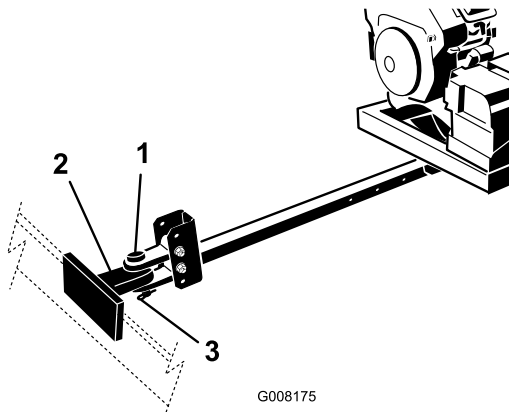

Bild 6
4. Schließen Sie die Anbauvorrichtung des Blägers mit dem Anbauvorrichtungsstift und der Lastöse an der Anbauvorrichtung der Zugmaschine an (Bild 6).